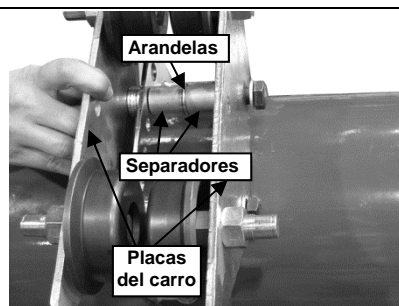

Figura 2.18
- Paso 4. Coloque dos (2) espaciadores de 1 in [25 mm] con dos (2) arandelas entre ellos en cada uno de los pernos (ver Figura 2.18).
- Paso 7. Coloque la segunda placa del carro sobre los pernos, como se indica más abajo (ver Figura 2.18)
- Paso 8. Instale dos (2) tuercas Nylok de M16 x 2.0 y arandelas planas M16 en los pernos de montaje.